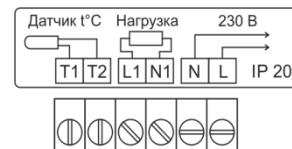

Рисунок 1 - Схема подключения терморегулятора
- Подключите к терморегулятору провода электропитания, греющего кабеля и (при наличии) выносного датчика пола в соответствии с рис. 1.